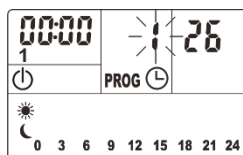

Fig.3
3. Pressione **2 vezes** o botão . Será exibido o dígito "1" a piscar (Fig.3).